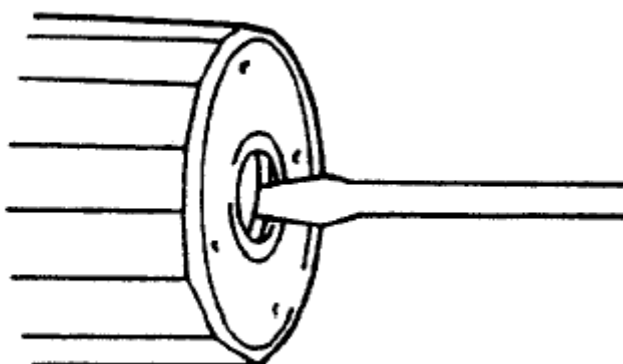

Рис. 4. Открытие винта для удаления воздуха.
- Осторожно отвернуть винт для удаления воздуха (рис.4).